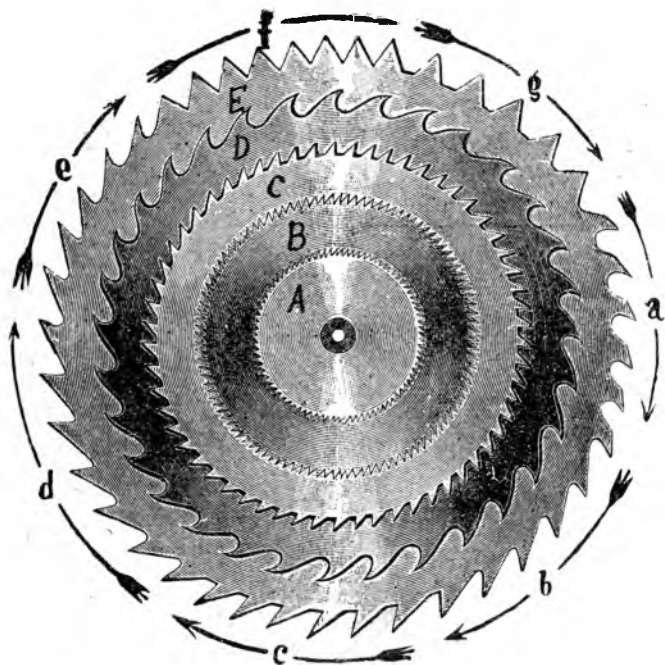

Рис. 16. Круглые пилы с различными зубьями.
**Круглые пилы.** Кроме лесопильных рам для распиловки бревен употребляются круглые пилы. Круглая пила (рис. 16) представляет собой стальной круг, по краю которого нарезаны зубья. Этот круг надевается на ось и прочно с ней скрепляется шайбами. На оси укреплен шкив (колесо), который вместе с осью приводится в движение от паровой или другой какой-либо машины через посредство ременной передачи. Размеры полотна круглой пилы бывают весьма различны. Самые меньшие круги делаются от 20 см (8 дюймов) шириною, а самые большие доходят до 250 см (100 дюймов), что находится в зависимости от толщины распиливаемого дерева. Пила на оси, очень быстро вращаясь, распиливает подведенное